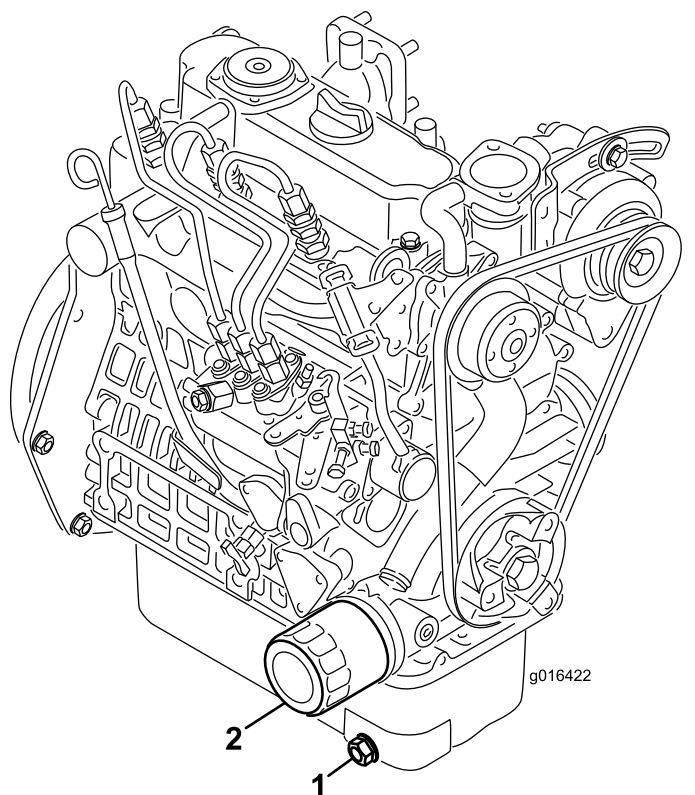

Figura 33
1. Scoateți buoul de golire (Figura 33) și lăsați uleiul să curgă într-o tavă de golire. Atunci când uleiul nu mai curge, montați buoul de golire.